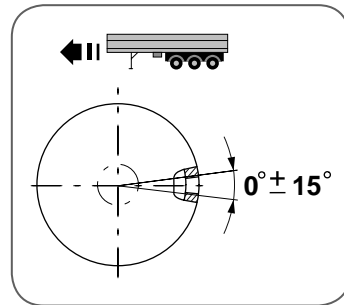

Fig. 8 - Realizzazione del tubo dell'assale con foro per il raccordo angolare
1. Realizzare il foro per il raccordo angolare al centro tra il cerchione, in direzione di marcia dietro il tubo dell'assale, come da *vd.* ► *Fig. 8*